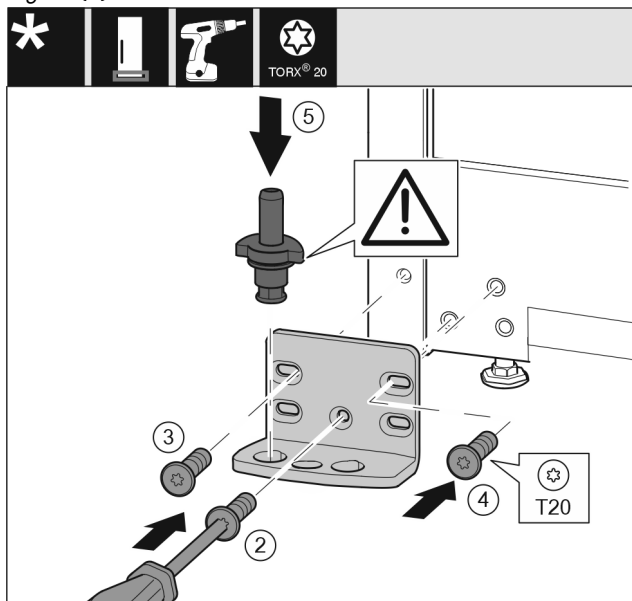

Fig. 15
- ▶ Aplicați suportul de lagăr pe partea opusă și înșurubați-l cu ajutorul unei șurubelnițe T20. Începeți cu șurubul 2 de jos din centru. Fig. 15 (2)
- ▶ Înșurubați ferm șurubul 3 și 4. Fig. 15 (3,4)
- ▶ Introduceți complet bolțul de lagăr. Aveți grijă aici ca respectiva camă de cuplare să fie îndreptată către înapoi. Fig. 15 (5)